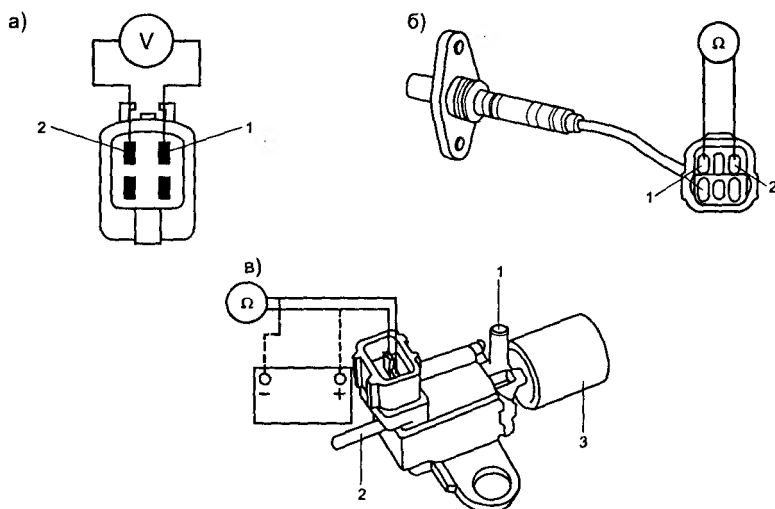

Рис. 2.8.11. Система контроля выпуска
- отключают разъем λ-зонда и при включенном зажигании проверяют наличие напряжения 12 В на контакте 2 разъема жгута (рис. 2.8.11а). Если напряжение отсутствует, проверяют замок зажигания, предохранители EFI, IGN, реле K46 и соответствующие соединения;
- проверяют сопротивление обмотки нагревателя (5,1...6,3 Ом) между контактами 1 и 2 разъема λ-зонда (рис. 2.8.11б);
- проверяют сопротивление обмотки соленоида EGR клапана (должно быть 33...39 Ом) между контактами 1 и 2 разъема клапана (рис. 2.8.11в);
- используя внешний источник питания (12 В/3 А), проверяют срабатывание клапана EGR (рис. 2.8.11в), при отключенном источнике 12 В — должен быть открыт порт 1—2 клапана, и при включенном порт 1—3 клапана (для контроля состояния клапана его можно продувать).